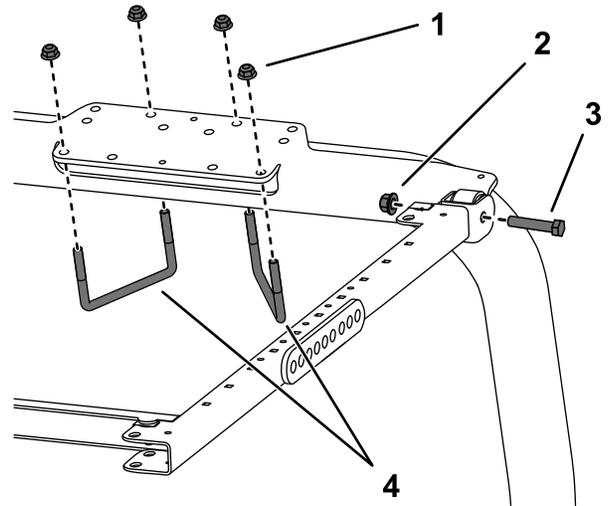

**Figure 27**
3. Placez une rondelle (13/16" x 1 1/2") sur chaque boulon (3/4" x 4"), comme montré à la Figure 27.
4. Placez les boulons et rondelles dans les trous occupés précédemment par les axes (Figure 27).
5. Placez une autre rondelle sur chaque boulon et fixez le tout avec un écrou (¾"), comme montré à la Figure 27. Serrez les écrous à un couple de 323 à 396 N·m.
6. Serrez le boulon de pivot du système ROPS (Figure 27) à un couple de 91 à 113 N·m pour empêcher l'arceau de sécurité et le pare-soleil de rebondir.